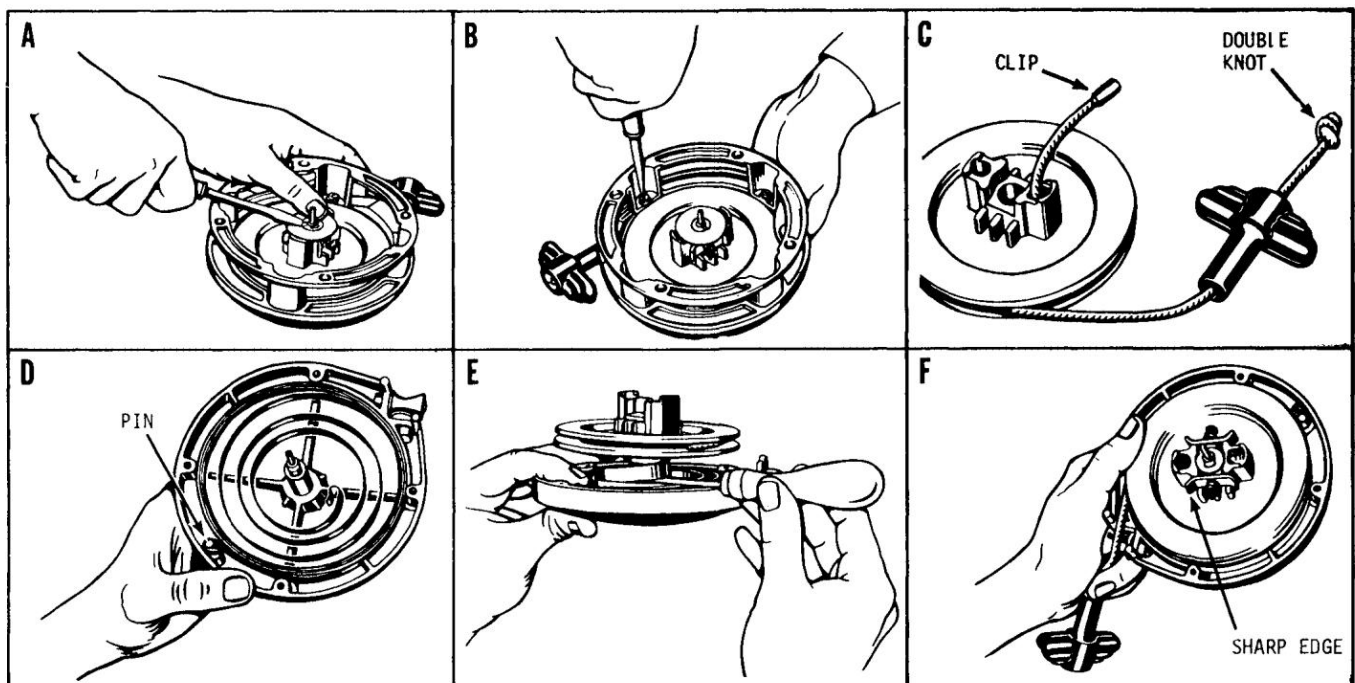

Figure 7-2. Démontage du démarreur Fairbanks-Morse.
1. Pour retirer le démarreur du moteur, retirez les quatre boulons de montage. Reportez-vous à la figure 7-2.
2. Le câble de démarrage est maintenant complètement enroulé sur le rotor dans la direction indiquée sur la Figure 7-2.